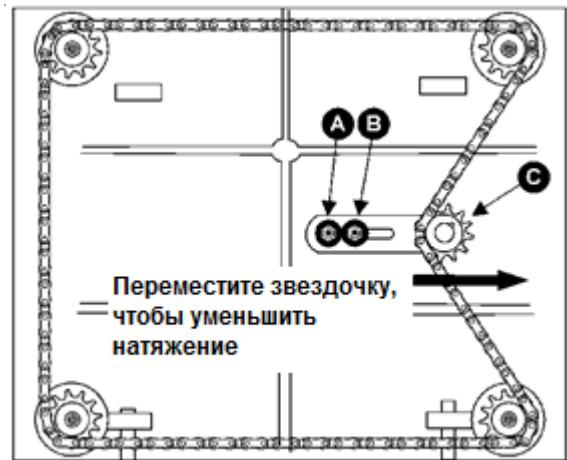

Рис. 22
5. Открутите болты, которыми станок прикручен к основанию. Осторожно переверните станок на боковую сторону, чтобы видеть нижнюю поверхность станка (см. Рис. 22).
6. Открутите болт (A, см. Рис. 22) и ослабьте болт (B, см. Рис. 22), которые позволяют переместить регулируемую звездочку (C, см. Рис. 22) достаточно, чтобы ослабить натяжение цепи.
9. Когда все регулировки выставлены правильно, поместите цепь обратно на угловые звездочки, переместите звездочку (C, см. Рис. 22) обратно, чтобы натянуть цепь, затяните болт (B, см. Рис. 22), а также вкрутите и затяните болт (A, см. Рис. 22).